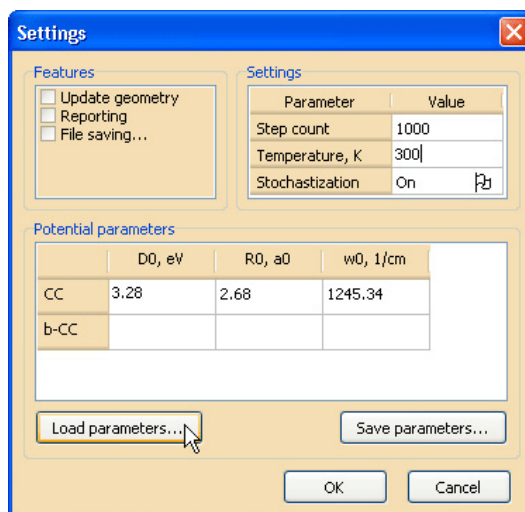

Рис. 31. Диалоговое окно выставления опций и параметров
5. В «NanoEvolver» используются аппроксимирующие парные потенциалы в форме функции Морзе. Параметры потенциалов —  $D_0$  (энергия диссоциации),  $R_0$  (равновесное расстояние) и  $\omega$  (частота колебаний) — чаще всего рассчитываются неэмпирическими методами *ab initio*. Указание параметров потенциалов, а также некоторых важных опций и параметров, влияющих на ход расчетной процедуры, производится в диалоговом окне *Settings* (см. рис. 31), вызвать которое можно с помощью команды *Set parameters...* меню *Edit*.
Установите параметры, как показано на рис. 31. Параметры межатомных потенциалов введите нажав на кнопку *Load parameters...*, загрузите эти данные из внешнего файла параметров **Potential\_params.txt**, который расположен в той же папке, что и загруженная структура.